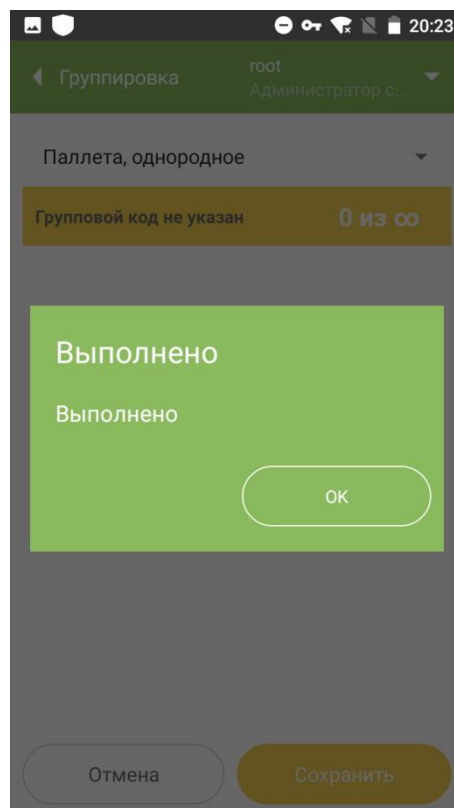

Рисунок 3.7
- 2.1.6. После завершения операции появится системное сообщение «Выполнено» (Рисунок 3.7).